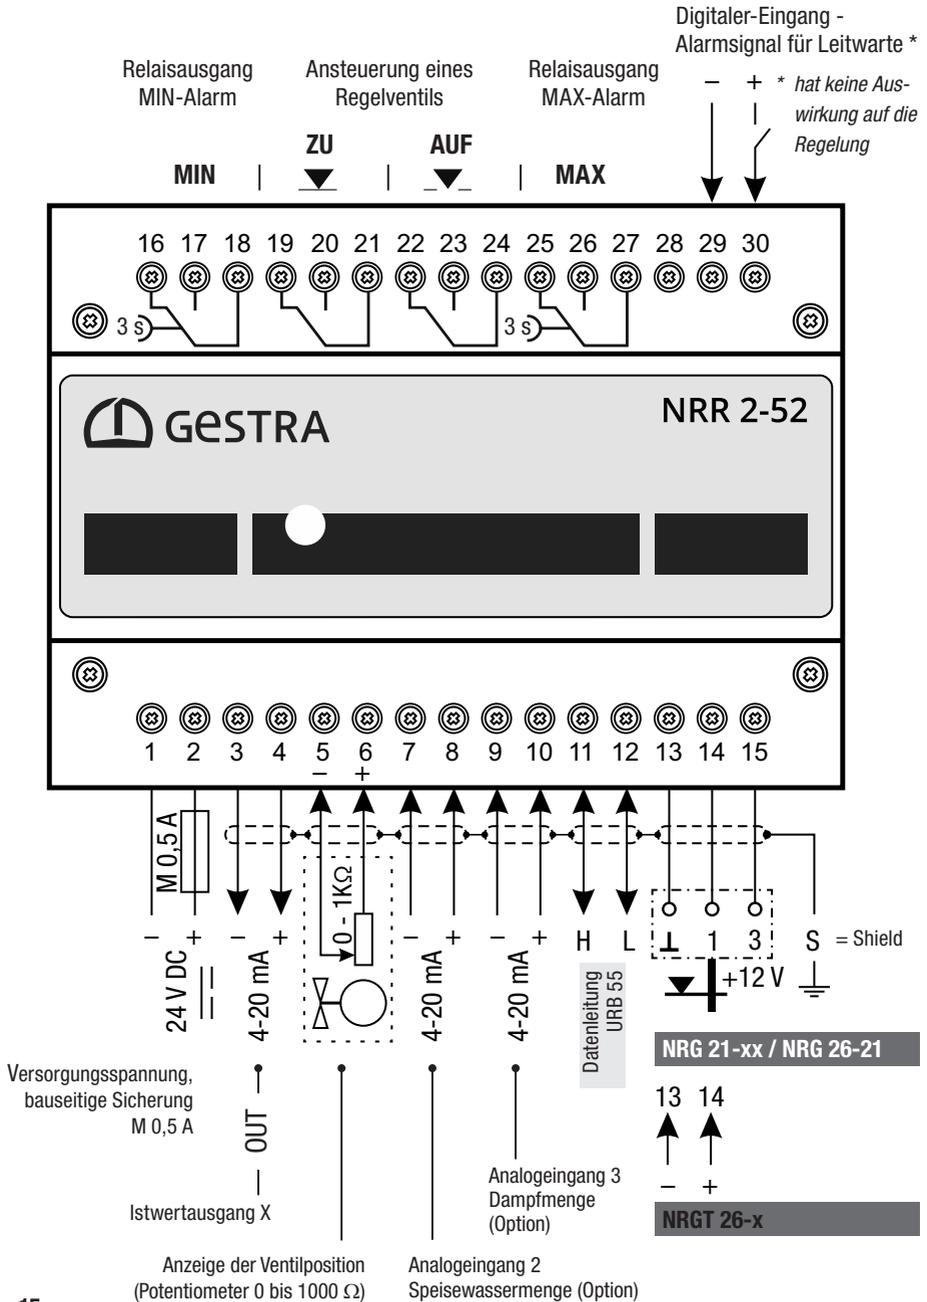
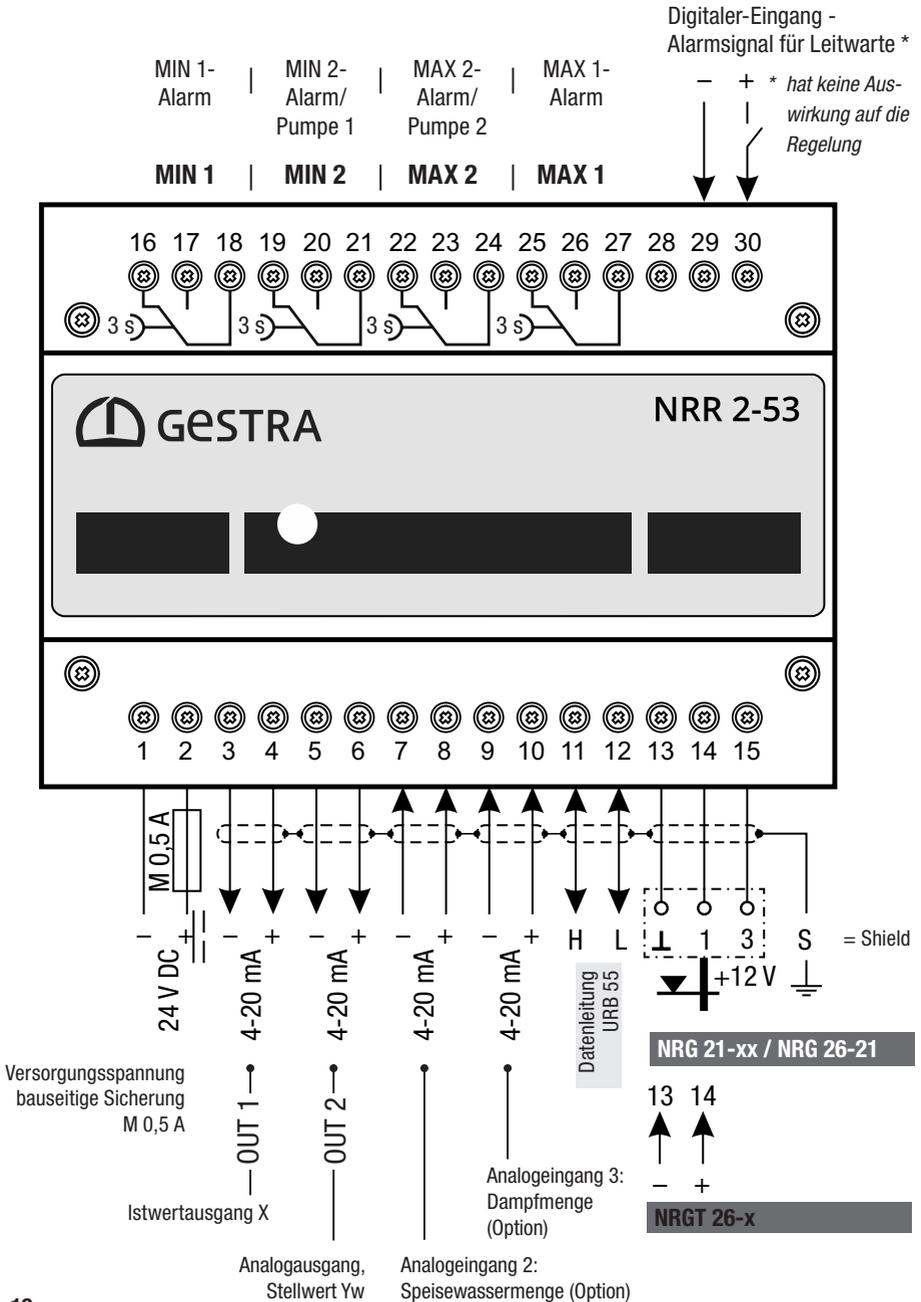

Fig. 15
Fig. 16
- Schließen Sie den Niveauregler und alle zugehörigen Komponenten gemäß den Anschlussplänen **Fig. 15 / Fig. 16** in dieser Anleitung an.
- Schließen Sie die Ausgänge gemäß den Anschlussplänen **Fig. 15 / Fig. 16** an.
Für die Verbindung der Geräte wird ein vorkonfektioniertes Steuerkabel mit Buchse mitgeliefert, Belegung der Klemmleiste gemäß dem Anschlussplan **Fig. 15, Fig. 16**.
- Belegen Sie die Klemmleiste gemäß dem Anschlussplan, **Fig. 15, Fig. 16**.